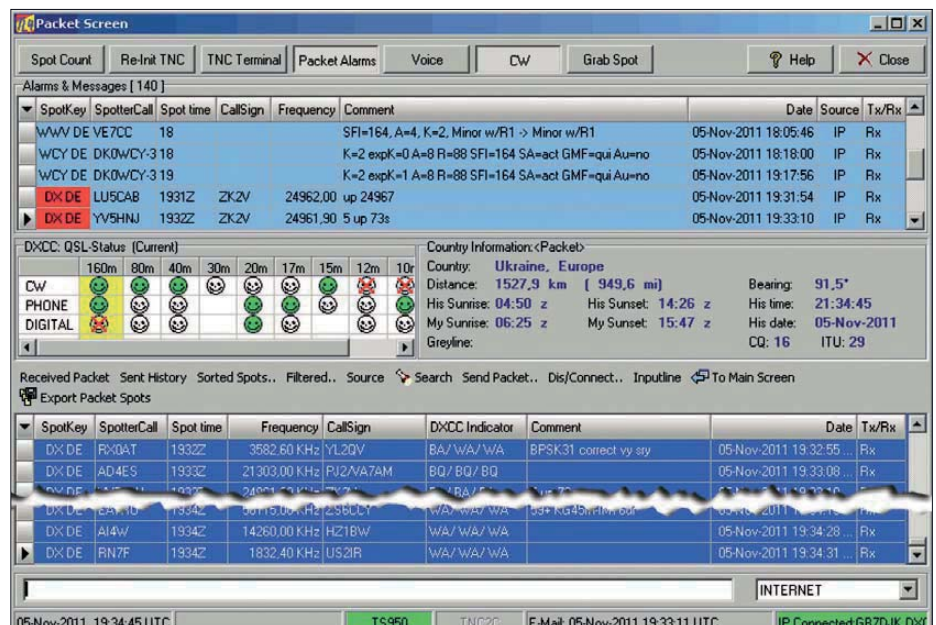
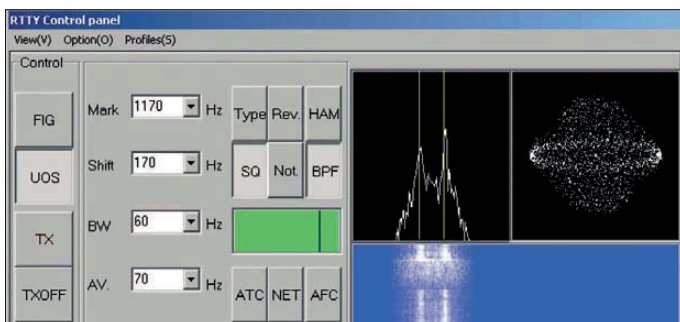
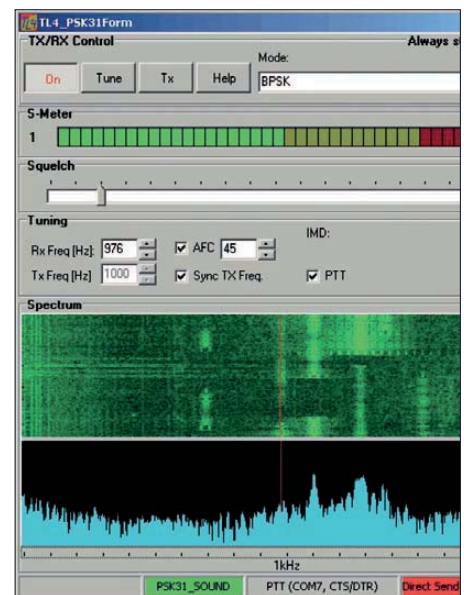

Bild 5: Das DX-Geschehen ständig im Blick: DX-Cluster-Bildschirm in TurboLog4
Bild 6:
Bild 7: Bedienfeld für BPSK-Betrieb
TurboLog4 unterstützt digitale Übertragungsarten, die über externe Controller und Geräte (SCS PTC-II, PK-232, Winkey K1EL [7] u. ä.) realisiert werden. Mit MMTTY [8] und BPSK [9] inklusive aller Varianten sind auch auf Soundkarten basierte Digimodes voll integriert. Die Unterstützung basiert auf einem einheitlichen Kommunikationsfenster und einer eigenen Bedienoberfläche für die jeweilige Betriebsart. Das generische Kommunikationsfenster zeigt Bild 5. Diese Bedienoberfläche verfügt über eine weitere Instanz der Log-Eingabezeile mit allen beschriebenen Einstellungsmöglichkeiten, einem Eingangsbereich (RX), einem Sendebereich (TX) sowie einem Puffer für Sendetexte (TX-Buffer). In der Mitte liegen Knöpfe mit Makros für gängige Texte. Daneben sind Steuerknöpfe für das jeweils angeschlossene Gerät oder Softwaremodul angeordnet. Die Schaltflächen für die Makros lassen sich vom Nutzer weitestgehend selbst konfigurieren. Dieses Konzept erlaubt es, alle Digimodes mit einer einheitlichen „Klaviatur“ zu bedienen und nicht immer neue Belegungen von Schaltflächen und Funktionstasten lernen zu müssen. Am Kommunikationsfenster hängen im Falle der per Soundkarte realisierten Digimodes die entsprechenden Bedienfelder. Bild 6 zeigt das Bedienfeld für MMTTY und Bild 7 das der verschiedenen Varianten der BPSK-Familie (PSK31 bis PSK125, QPSK31 bis QPSK125).